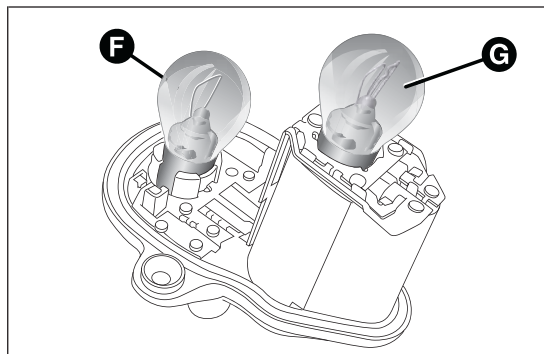

fig. 174
- procedere quindi con la sostituzione della lampada interessata: F = indicatori di direzione, G = luci di posizione/stop fig. 174.